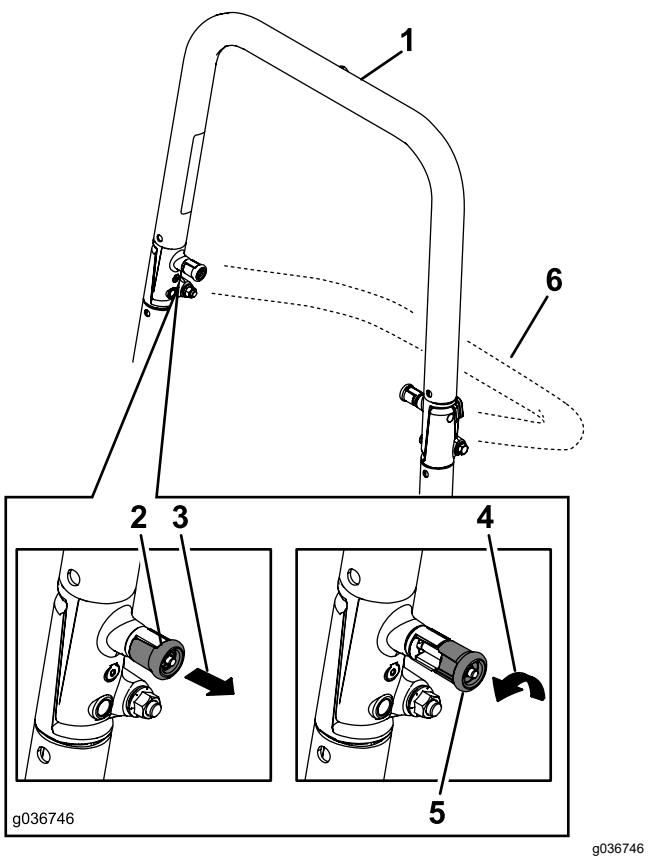

Figure 8
- Tirez sur les deux boutons et tournez-les à 90 degrés pour les désengager (Figure 8).
- Faites pivoter l'arceau de sécurité à la position abaissée (Figure 8).
- Relevez l'arceau de sécurité à la position d'utilisation et tournez les boutons de sorte à les déplacer partiellement dans les rainures (Figure 8).
- Redressez l'arceau de sécurité en position relevée tout en poussant sur la partie supérieure de sorte que les goupilles s'engagent en position quand les trous sont en face (Figure 8).